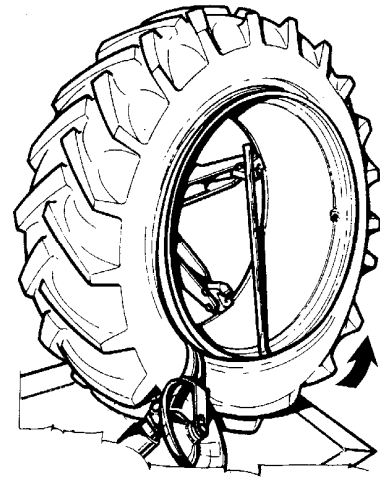

Fig.46
6. Lever le bras porte-arbre de façon à éloigner l'outil du bord de la jante (2-3 cm) (1"). Déplacer l'outil vers l'extérieur de manière à insérer le levier soulève-talons long (Fig.46).